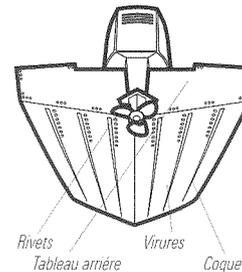

Figure 9
- La meilleure façon de localiser un emplacement libre de turbulences est de regarder le tableau arrière lorsque le bateau se déplace. Nous recommandons cette méthode si le fonctionnement optimal à grande vitesse constitue une priorité. Si ce n'est pas possible, choisissez une position sur le tableau arrière où la coque devant cet emplacement est lisse, plate et libre de protubérances ou de membrures. (Figure 9)